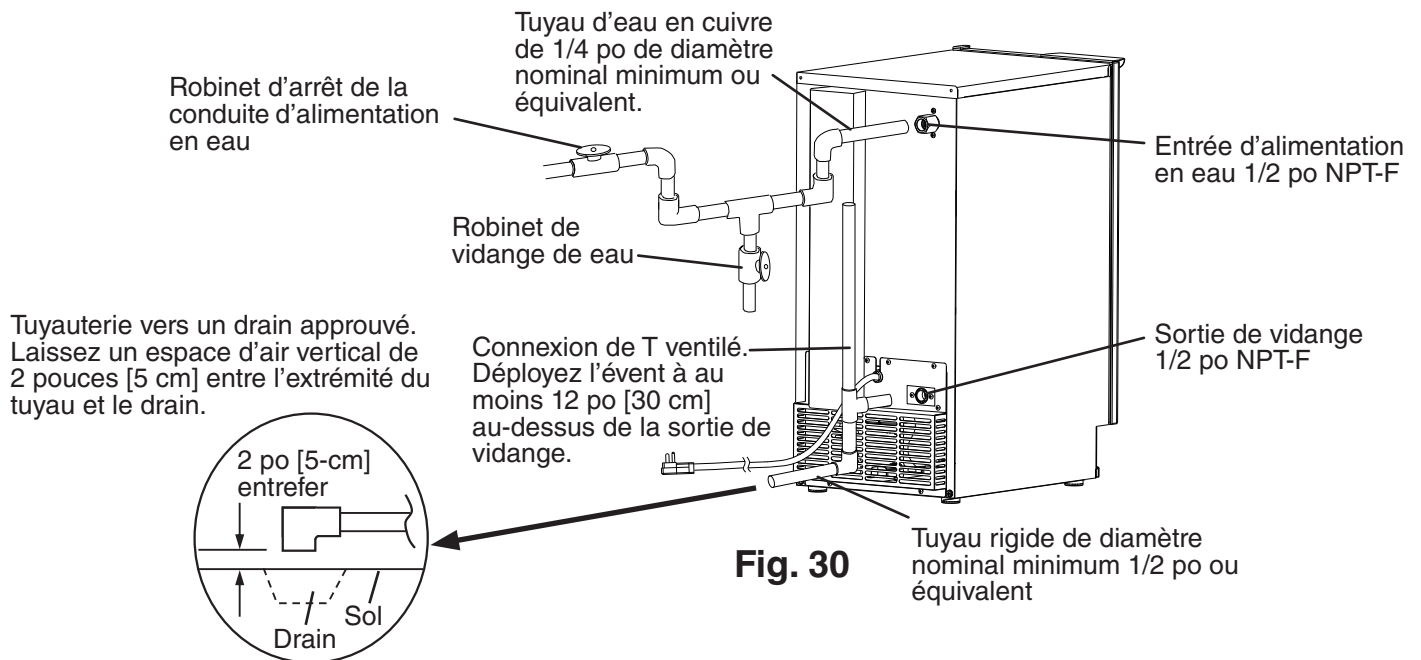

Fig. 30
- Une vanne d'arrêt de la conduite d'alimentation en eau et une vanne de vidange doivent être installées (voir Fig. 30 à la page précédente). Un tuyau d'eau en cuivre d'un diamètre nominal minimum de 1/4 po ou équivalent est requis pour le ligne d'alimentation en eau. Assurez-vous qu'il y a suffisamment de conduite d'alimentation en eau supplémentaire pour que l'unité soit retirée pour l'entretien.
- La conduite de vidange ne doit pas être raccordée directement au système d'égout. Un espace d'air d'au moins 2 pouces verticaux [5 cm] doit être situé entre l'extrémité du tuyau de vidange de la machine à glaçons et le siphon de sol (voir Fig. 30 à la page précédente).
- Pour l'installation du drain par gravité, le drain doit avoir une inclinaison de 1/4 po par pied [2 cm par 1 m] sur les tuyaux horizontaux pour obtenir un bon écoulement. Un raccord en T ventilé est également requis pour un écoulement correct. Prolongez l'évent à au moins 12 po [30 cm] au-dessus de la sortie de vidange (voir Fig. 30 à la page précédente).